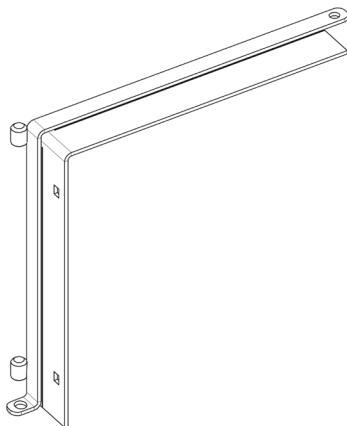
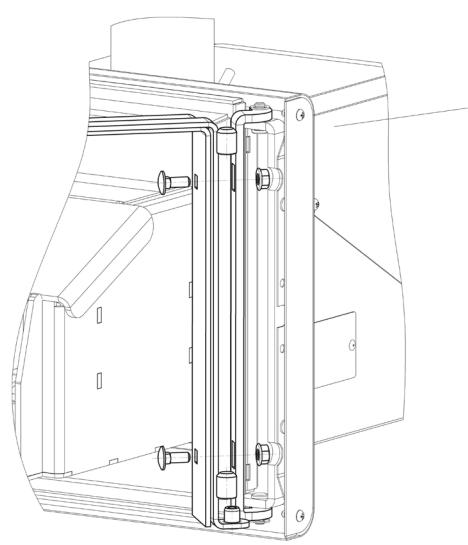

Рисунок 5
Рисунок 5.1
4. На петлю установить переходник ГПФ (рис. 5), при помощи болта с квадратным основанием и полуокруглой головкой и зафиксировать гайкой с фланцем (рис. 5.1).